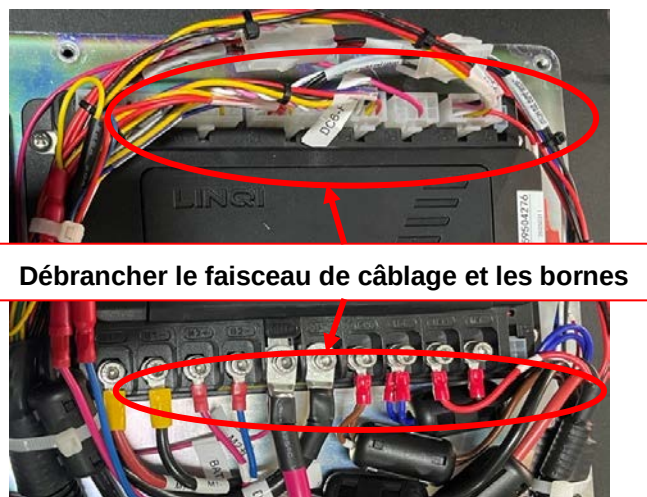

Figure 10
4. Débrancher tous les faisceaux de câbles et les bornes connectés au contrôleur principal (EB1) (figure 10).